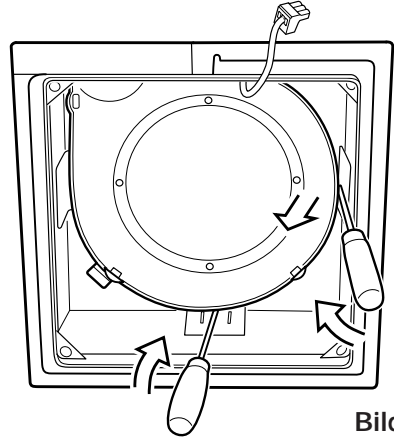

Bild 14
- Spiralenunterteil ausbauen (mit Schraubendreher Federlaschen lösen) (Bild 14)
- Spiralenunterteil und Adapter ausbauen (mit Schraubendreher Federlaschen lösen) (Bild 14)